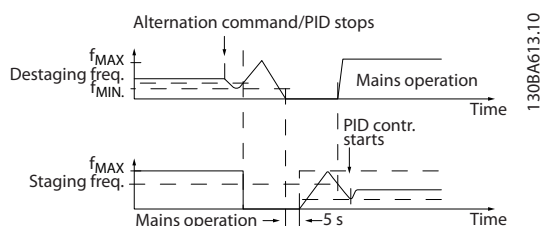

Рисунок 3.81 Конфигурация с медленным режимом
0.5 s* [пар. 25-58 - 5 s]	Этот параметр активен только в том случае, если значение параметр 25-50 Чередование ведущего насоса отлично от [0] Выкл. Этот параметр задает промежуток времени между остановкой предыдущего насоса с регулируемой скоростью и пуском этого насоса в качестве насоса с фиксированной скоростью. Описание процесса включения и чередования см. в Рисунок 3.81 .